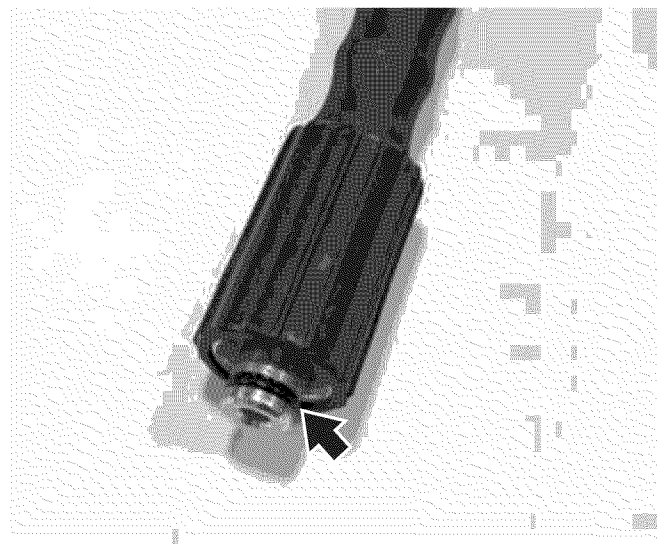

Figura 12 – Juntas tóricas de manguera de alta presión
11. Inspeccione las juntas tóricas a ambos lados de la manguera de alta presión. Humedezca las juntas tóricas con agua (ver Figura 12).